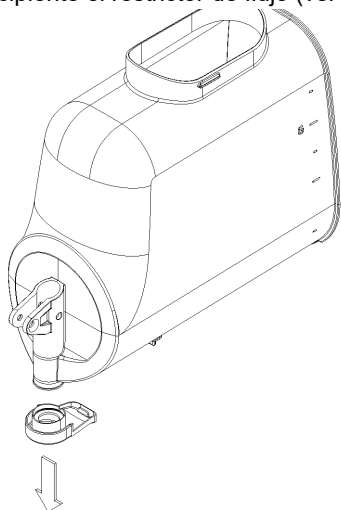

figura 15
- 7 Sacar del recipiente el restrictor de flujo (ver figura 15).
5 Sacar del recipiente el restrictor de flujo (ver figura 15).